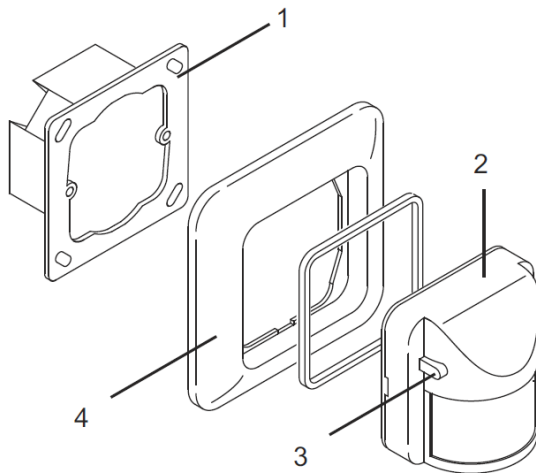

Abb. 3: Geräteschema
Die Mittelstellung des Schiebeschalters (Abb. 3, Pos. 3) kann durch eine beigelegte Schraube auf der Rückseite des Gerätes gegen unbefugtes Verstellen (z.B. bei der Anwendung in Hotels und Verwaltungsbauten) gesichert werden.
3. Stecken Sie den Sensor mit Rahmen (Abb. 3, Pos. 2), und den Abdeckrahmen (Abb. 3, Pos. 4) auf den UP-Einsatz auf und rasten Sie ihn ein.